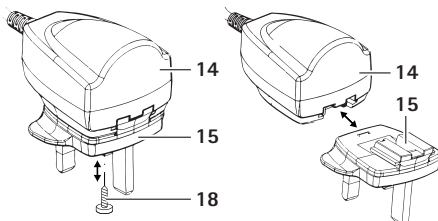

Fig. 3
- Løsne festeskruen 18 i adapteren 15, gukka Fig. 3.
- Skyv adapteren 15 på støpselet 14 inntil låseinnetningen 16 hektes på plass, gukka Fig. 3.